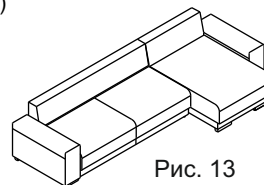

Рис. 13
- трансформировать изделие в положение "диван" (Рис.13), расставить подушки (см. ниже примечание)